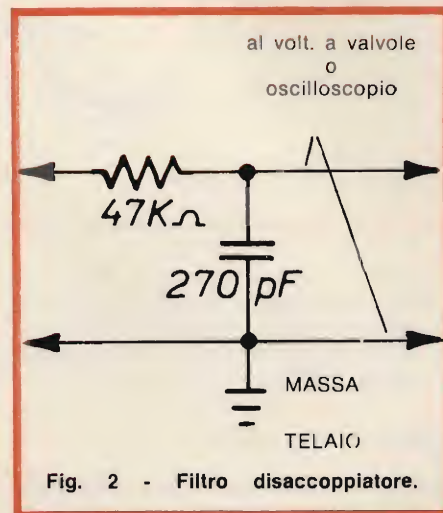

Fig. 2 - Filtro disaccoppiatore.
- 6) Filtro disaccoppiatore - Fig. 2